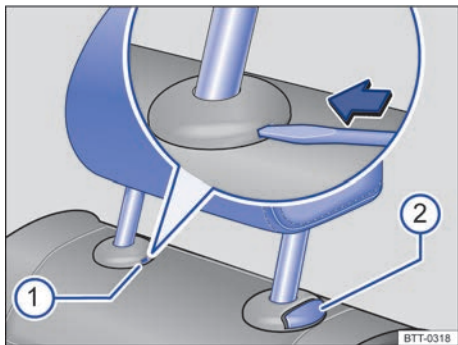

Fig. 77 Apoyacabezas traseros: desmontaje.
- En caso necesario, introduzca la punta plana del destornillador de las herramientas de a bordo en la ranura de la tapa → fig. 77 ①, en el sentido de la flecha, y manténgala en esta posición.
- Al mismo tiempo presione la tecla ② mientras una segunda persona extrae el apoyacabezas completamente.